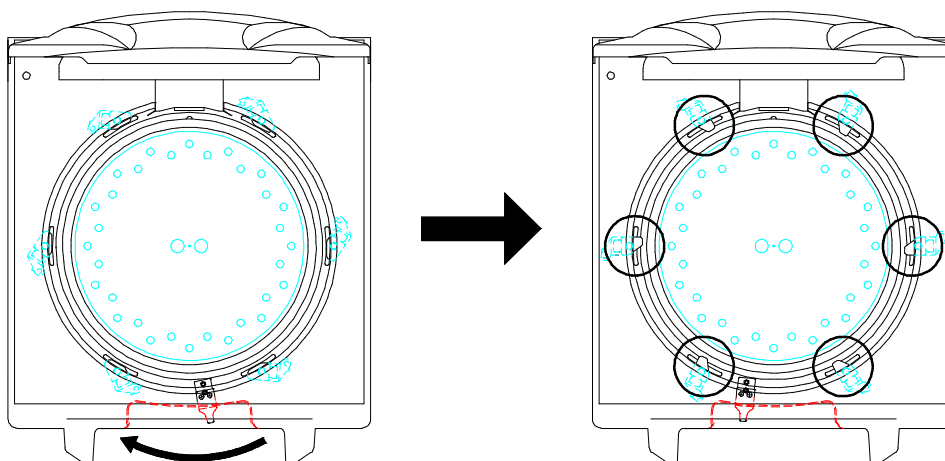

図1 CLG-40MDVP/40LDVP クランプ6個
③ クランプの動作確認
2. 「OPEN」方向にフタロックレバーをゆっくりスライドさせるとき、全てのクランプが図1・2のようにロック位置に回転することを確認してください。クランプがロック位置にあれば、シリコン皿の穴からクランプが見えます。